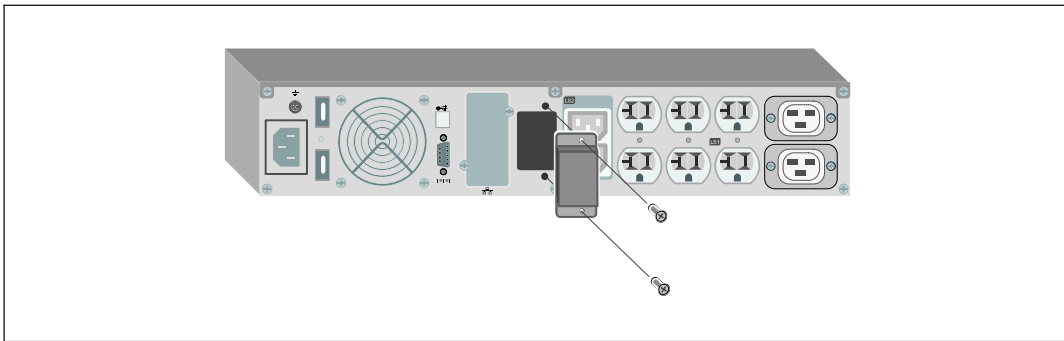

Abbildung 26. Entfernen der Batterieanschlussabdeckung
- 1 Entfernen Sie die Batterieanschlussabdeckung von der rückseitigen Anschlussleiste, wie in Abbildung 26 dargestellt. Behalten Sie die Abdeckung und Schrauben.